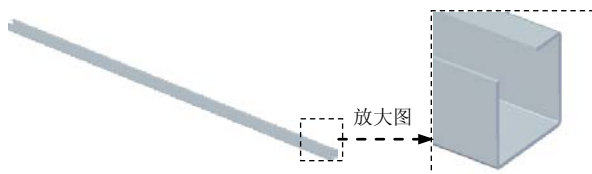
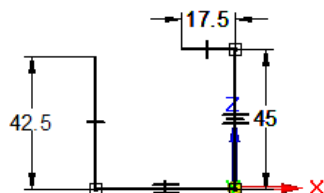

图 8.13.168 轮廓弯边特征 1
图 8.13.169 截面草图
Step1. 新建文件。选择下拉菜单   新建(N)   GB 钣金  使用默认模板创建新的钣金文档。命令。
Step2. 创建图 8.13.168 所示的轮廓弯边特征 1。
(1) 选择命令。单击“主页”功能选项卡“钣金”工具栏中的“轮廓弯边”按钮 。
(2) 定义特征的截面草图。选取前视图 (XZ) 平面作为草图平面，绘制图 8.13.169 所示的截面草图。